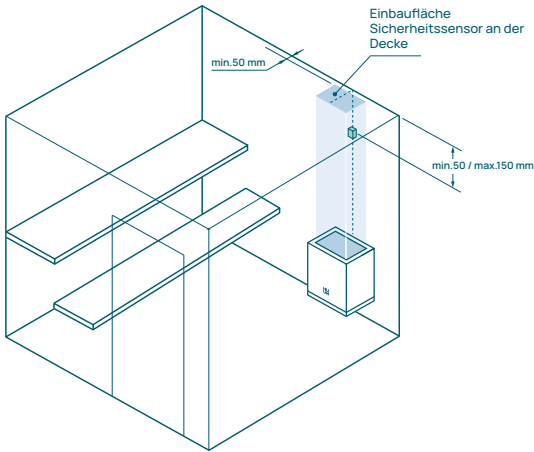

Abbildung 1. Positionierung des Temperatur-/Sicherheitssensors
* – Die Mindestsicherheitsabstände zur Decke gelten nur, wenn der Temperatur-/Sicherheitssensor im vorgesehenen Bereich an der Wand oder Decke positioniert wird, wie in Abbildung 1 angegeben.
* - Die Mindestsicherheitsabstände zur Decke gelten nur, wenn der Temperatur-/Sicherheitssensor im vorgesehenen Bereich an der Wand oder Decke positioniert wird, wie in Abbildung 1 angegeben.